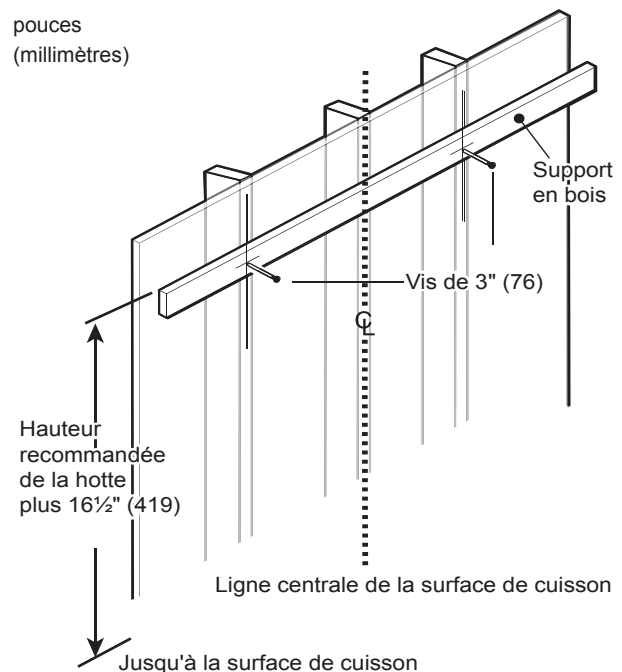

Figure 9 : Montage du support en bois
5. Localisez un montant de chaque côté de la ligne centrale de la hotte, que vous utiliserez pour fixer le support en bois au mur, comme illustré sur la Figure 9.
8. Utilisez deux ou trois vis de 3 po (76 mm), selon le modèle, pour fixer le support au mur, comme illustré sur la *Figure 9*. Pour soutenir de plus longues hottes, utilisez trois montants. Fraisez le support en bois pour éviter toute interférence entre les têtes des vis et la hotte.